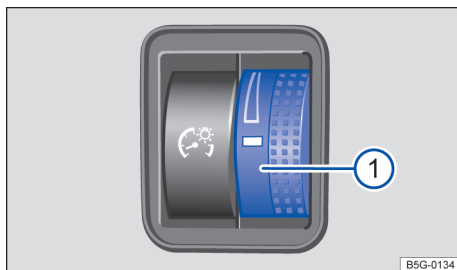

Fig. 88 Ao lado do volante: regulador da iluminação dos instrumentos e dos interruptores ①.
Dependendo da versão do veículo, a luminosidade da iluminação dos instrumentos e dos interruptores pode ser regulada de forma contínua com a luz ligada girando o regulador → Fig. 88 ①.